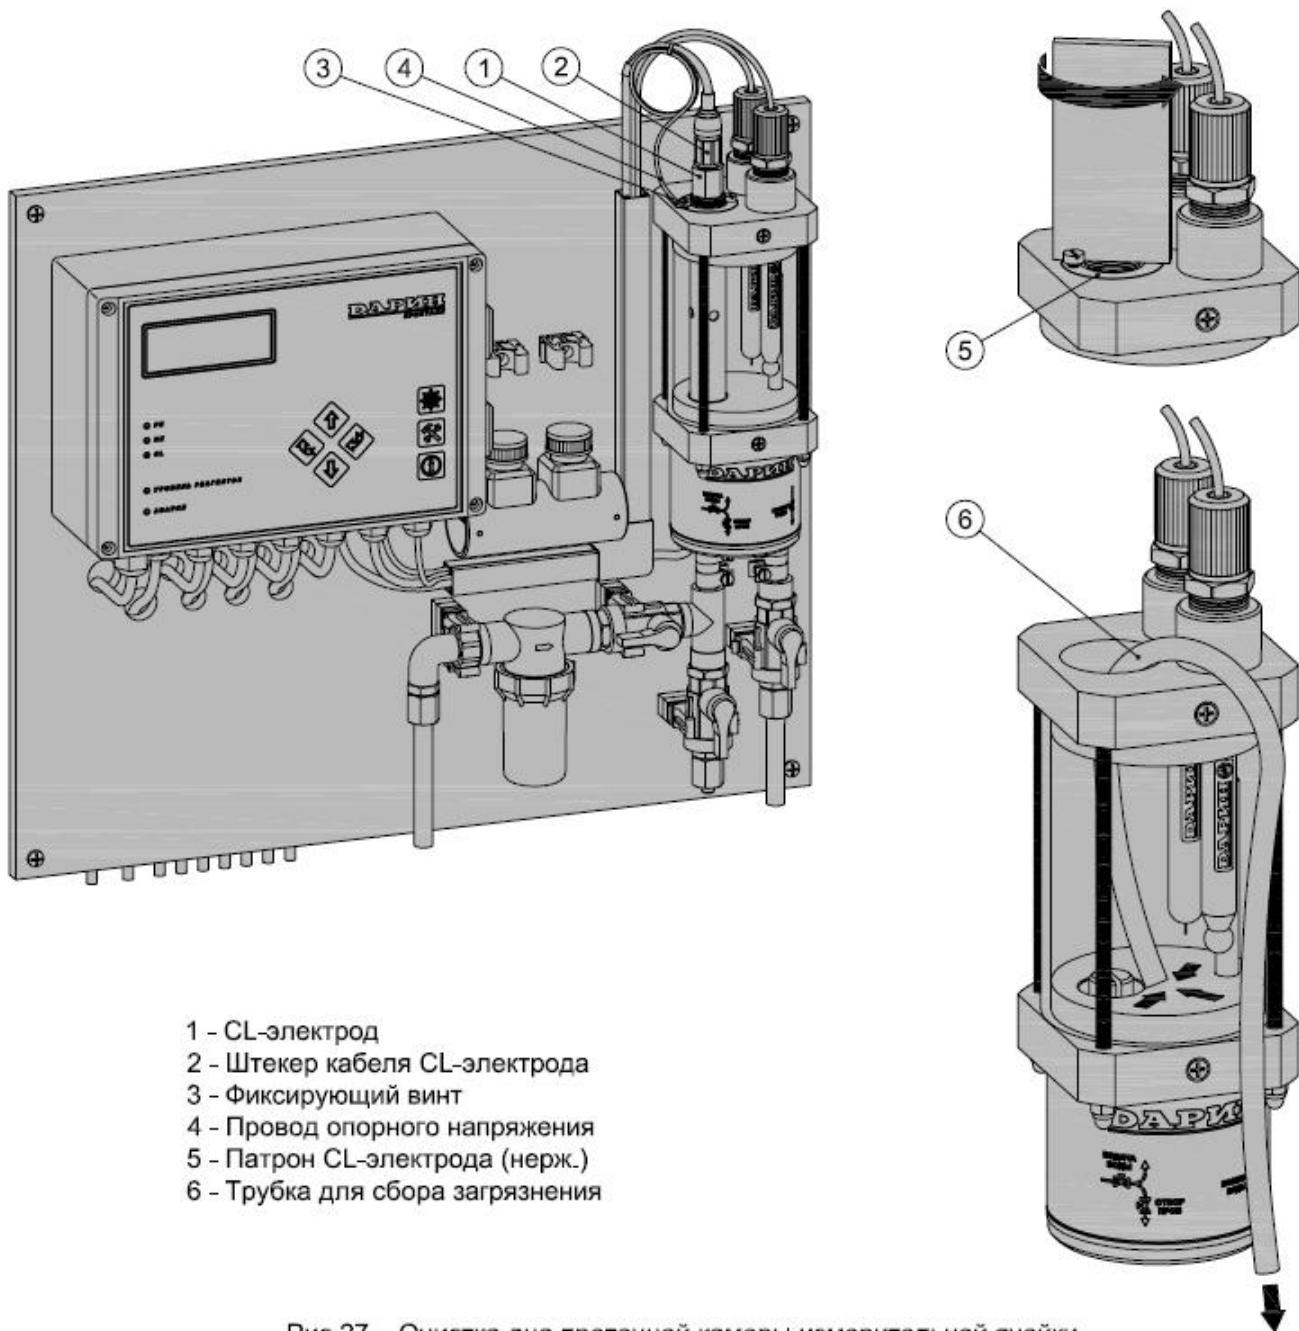

Рис.27 Очистка дна проточной камеры измерительной ячейки
- если измерительная ячейка имеет CL-электрод, то отсоединить штекер кабеля от CL-электрода (см. рис. 27, поз. 1 и 2); ослабить фиксирующий винт и отсоединить провод опорного напряжения от ячейки (см. рис. 27, поз. 3 и 4); выкрутить CL-электрод из ячейки; далее выкрутить патрон CL-электрода из ячейки (см. рис. 27, поз. 5);
- опустить один конец трубы на дно проточной камеры измерительной ячейки, а на другом конце трубы создать разряжение, чтобы из проточной камеры пошла вода, и опустить этот другой конец трубы в приёмную емкость (см. рис. 27, поз. 6);
- слегка выкрутить гильзу pH-электрода (см. рис. 27, поз. 7), чтобы из ячейки смог выходить воздух, дождаться заполнения ячейки водой и закрутить гильзу pH-электрода обратно; наличие воздуха в ячейке не нарушает её работоспособности, но желательно заполнять ячейку водой полностью;